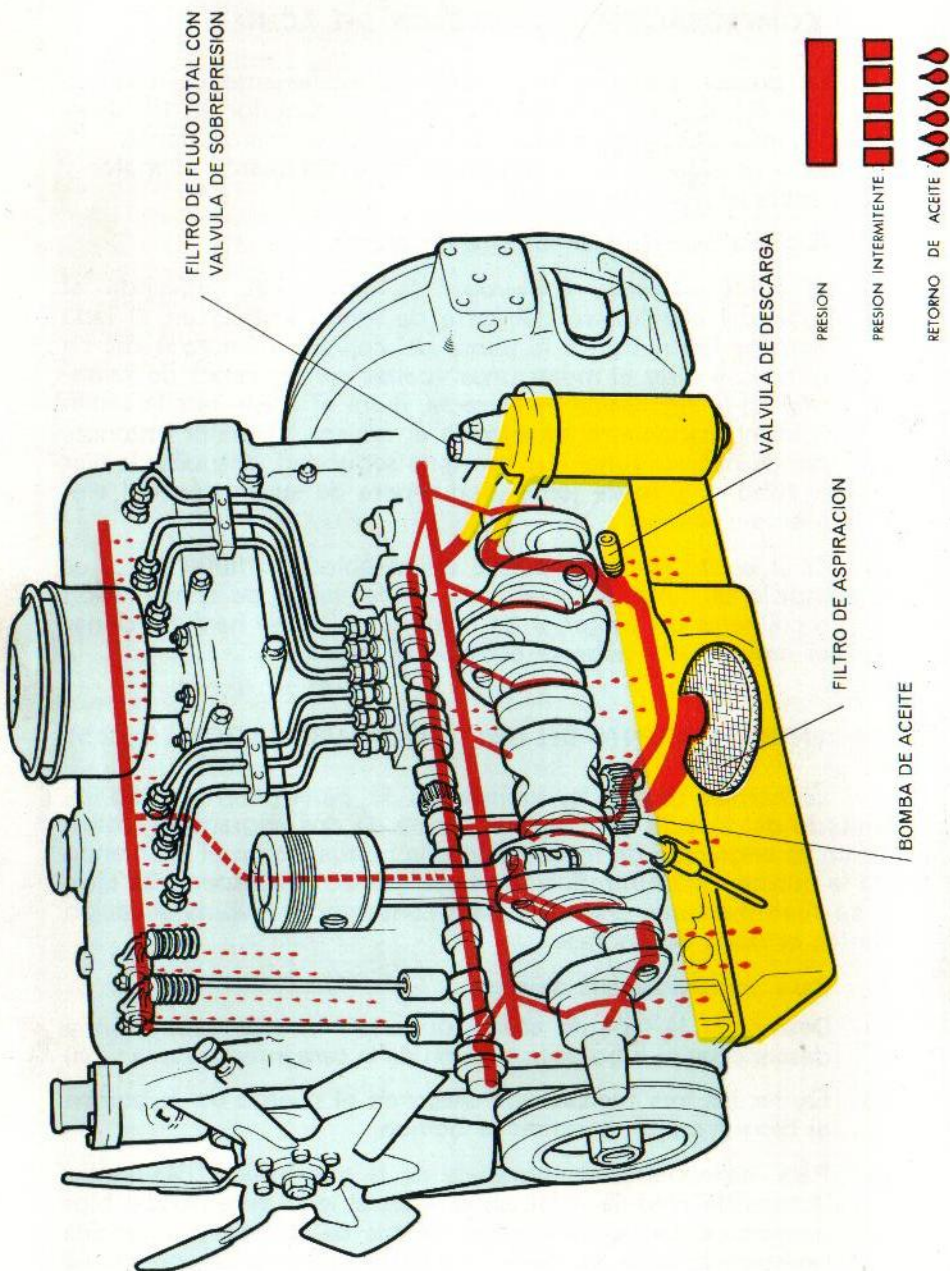

Fig. 2.5. - Esquema de lubricación del motor
2.4 ENTRETENIMIENTO DEL CIRCUITO DE LUBRICACION (fig. 2.5)